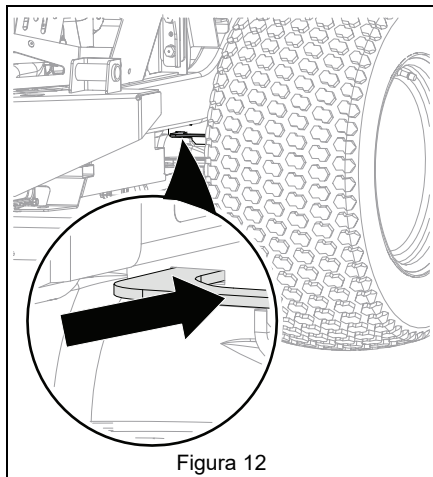

Figura 12
5. Riportare le leve di bypass del cambio nella posizione operativa. Vedere Figura 12.